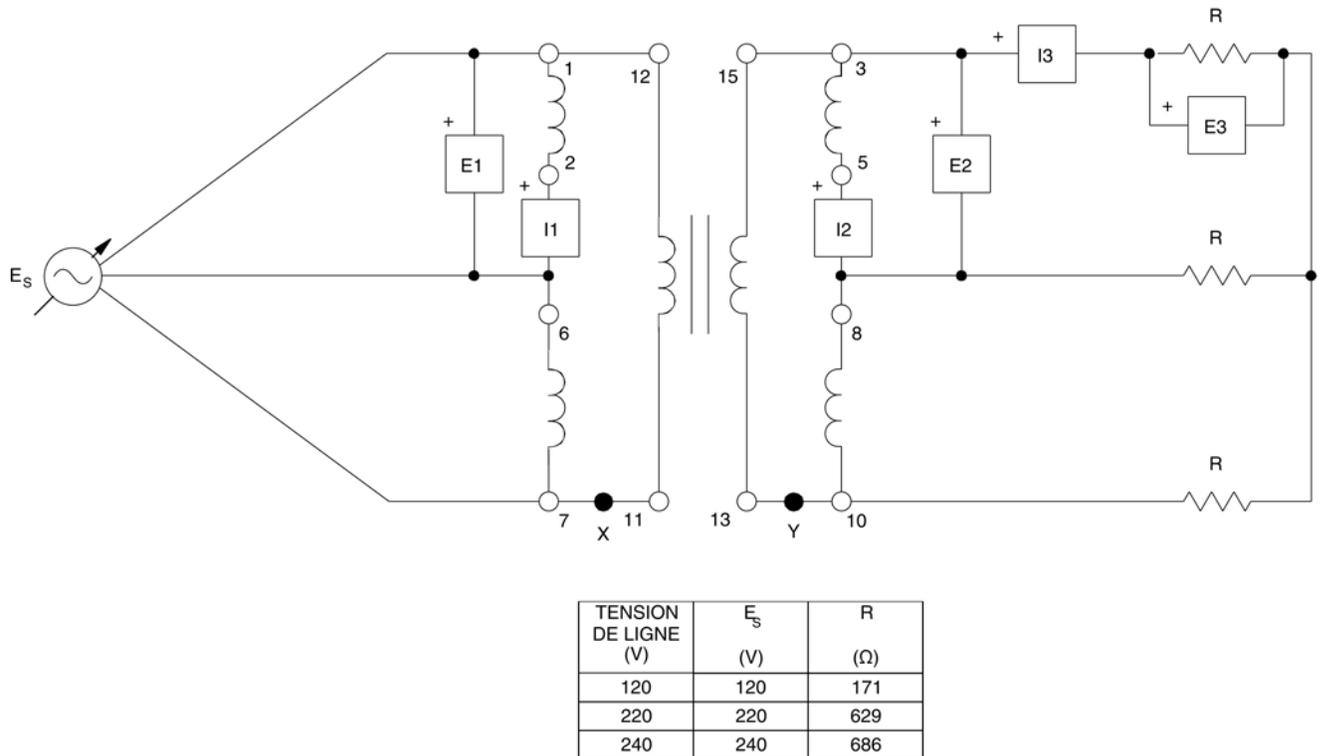

Figure 9-12. Exemple de configuration en triangle ouvert.
- 5. Raccordez le module Transformateur triphasé dans la configuration triangle-triangle, comme à la figure 9-12. Fermez les triangles aux bornes 7 et 11 (point X) du primaire et, ensuite, aux bornes 10 et 13 (point Y) du secondaire, puis utilisez des fils séparés pour les raccorder. Raccordez les appareils de mesure E1 et I1 au primaire et les appareils de mesure E2, E3, I2 et I3 au secondaire, tel qu'illustré. Assurez-vous que le courant circulant dans le triangle du secondaire est nul avant d'appliquer toute la tension au circuit.
6. Raccordez le module Charge résistive tel qu'illustré et réglez la résistance R aux valeurs indiquées en plaçant tous les interrupteurs à la position I (marche). Mettez l'interrupteur principal du Bloc d'alimentation à la position I (marche) et réglez le bouton de commande de la tension à la tension E_s indiquée à la figure 9-12. Notez les valeurs de ligne et de phase (enroulement) indiquées sur les appareils de mesure.